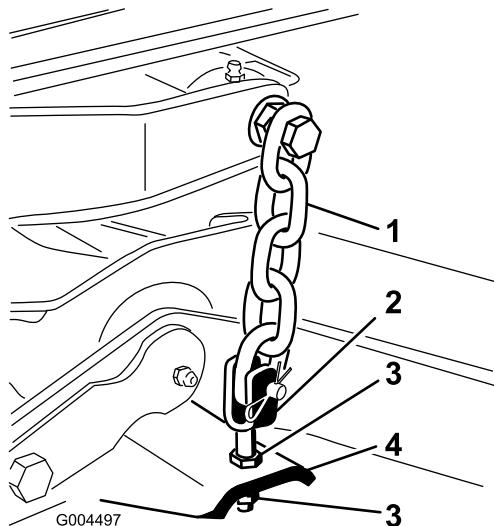

図 99
- ブレードのピッチが 8mm になるように、後のヨーク/チェーンを固定しているジャムナットで刈り込みデッキ後部の高さを調整する 図 99。